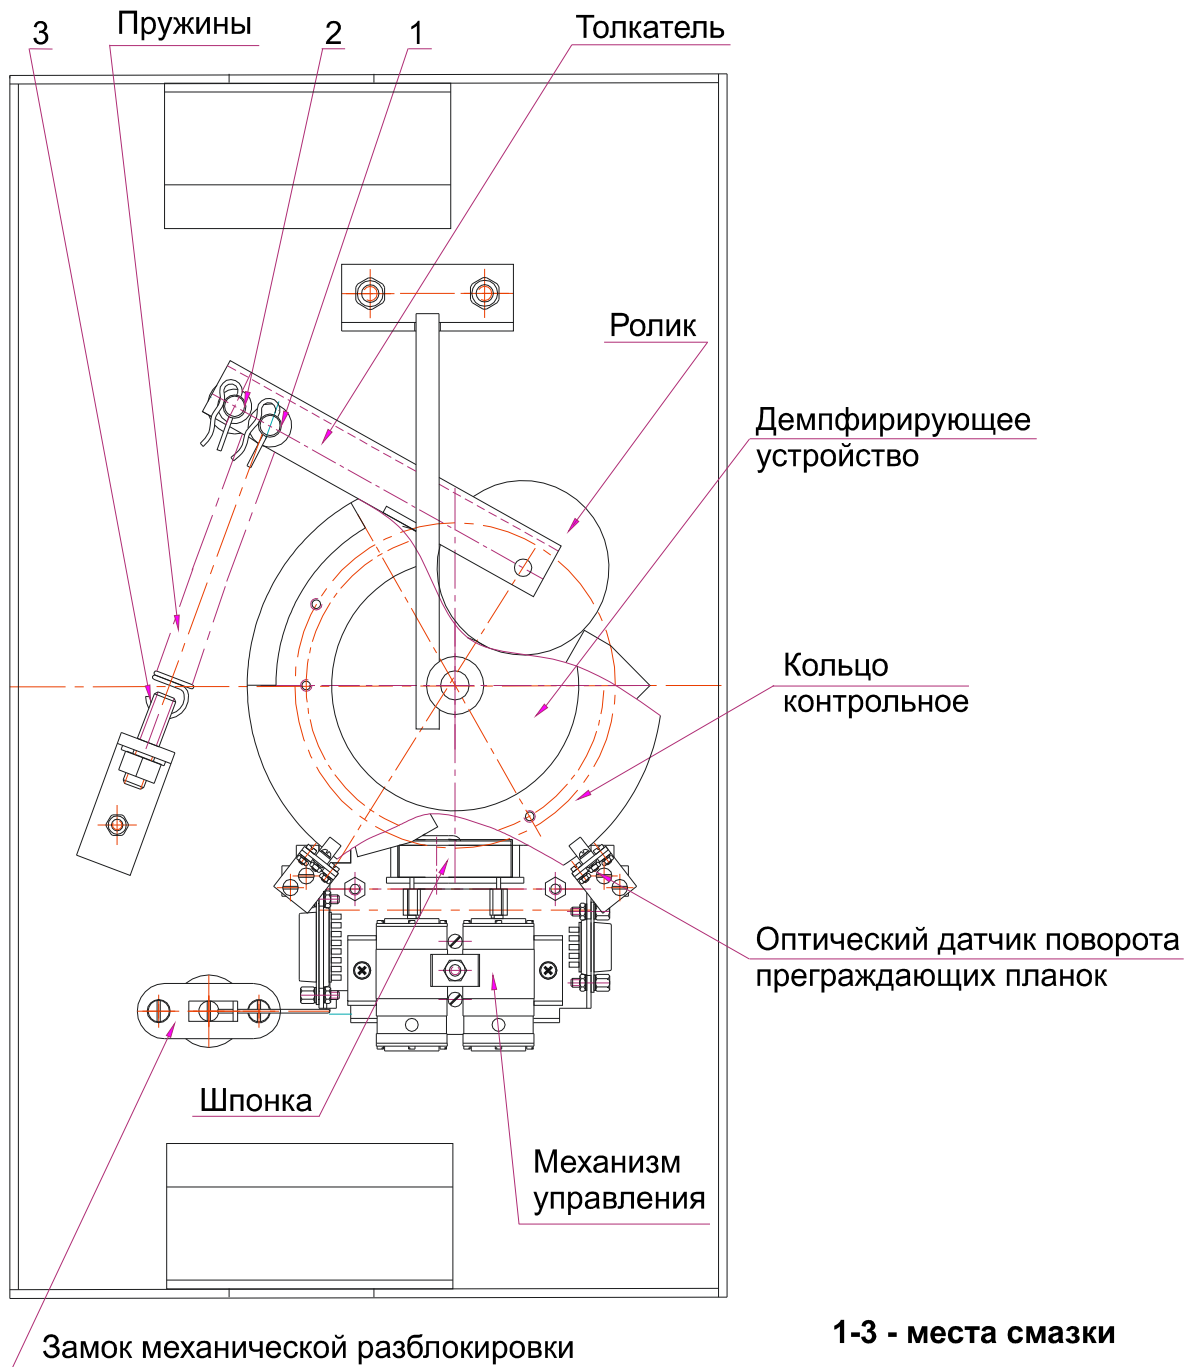

Рисунок 9 — Расположение внутренних деталей и узлов стойки ЭП
- снимите крышку (3) в порядке, указанном в разделе 6;
- осмотрите устройство доворота (толкатель, пружины и ролик), оптические датчики поворота преграждающих планок и демпфирующее устройство (см. рисунок 9);
- механизмы секретности замка механической разблокировки (7) и замка крышки (4) со стороны замочной скважины;